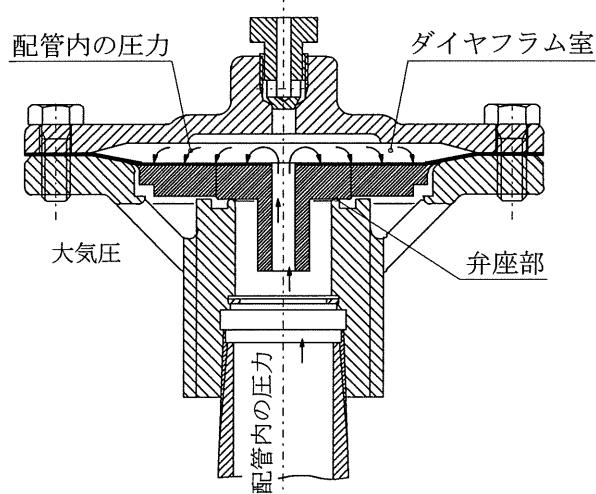

図 3 閉弁状態
- (1) 通水前の取り付けた状態では、ダイヤフラム弁体(4)の自重により、弁座部は図 3 の状態で閉止しています。